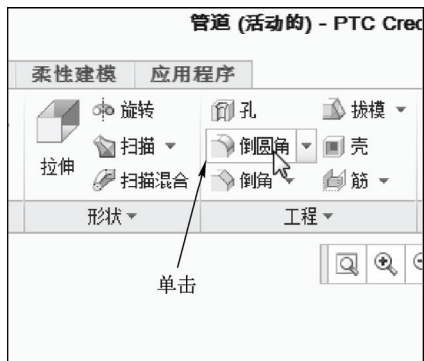

图 6-127 单击“倒圆角”按钮
STEP 02 在功能区选项板的“模型”选项卡中，单击“工程”面板中的“倒圆角”按钮 ，如图 6-127 所示。